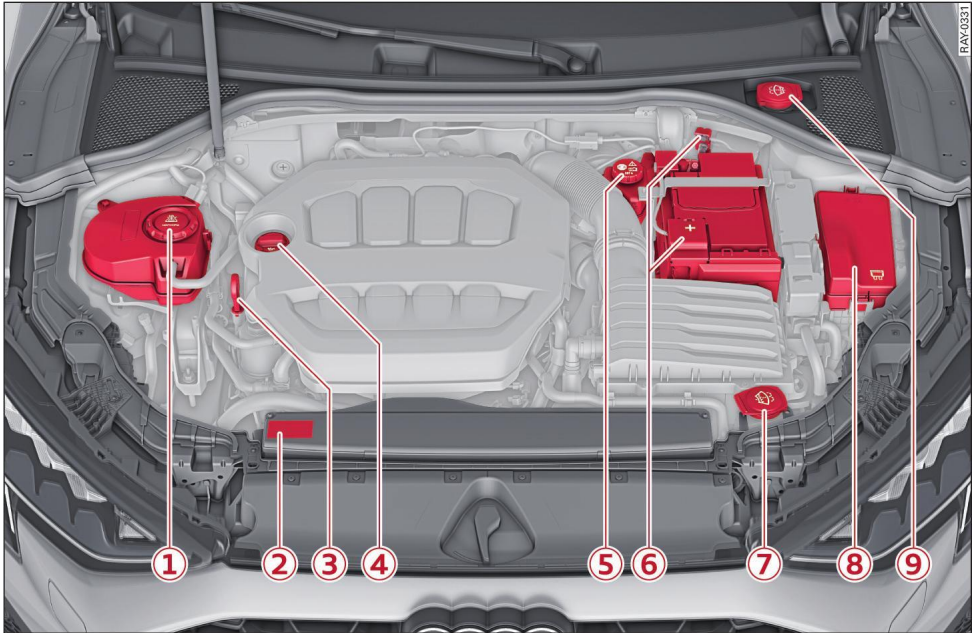
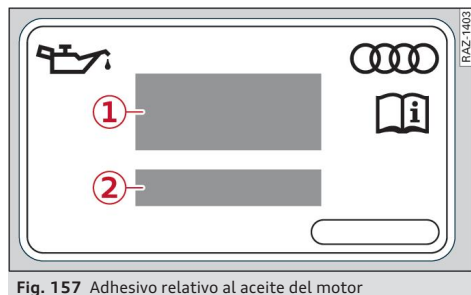

Fig. 156 Cuadro del motor: Representación gráfica
Fig. 157 Adhesivo relativo al aceite del motor
En caso de que deba reponer aceite del motor, utilice un aceite que se corresponda con la norma de aceite del motor especificada en el adhesivo ⇒ *fig. 157*. El adhesivo con la norma prescrita se encuentra en la parte delantera del compartimento del motor ⇒ *pág. 271, fig. 156*. Si utiliza este aceite del motor, podrá corregir el nivel de aceite las veces que sean necesarias.
- ▶ Extraiga la varilla de medición de aceite ⇒ *pág. 271, fig. 156*, límpiela con un paño limpio y vuelva a introducirla hasta el tope.